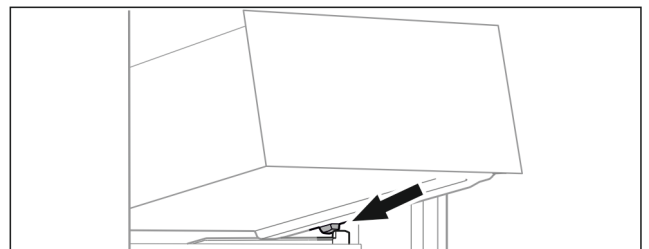

Fig. 69
- ▶ Встановити висувний ящик за стопорами на ребро для резервуару навкосо. (див. Fig. 69)